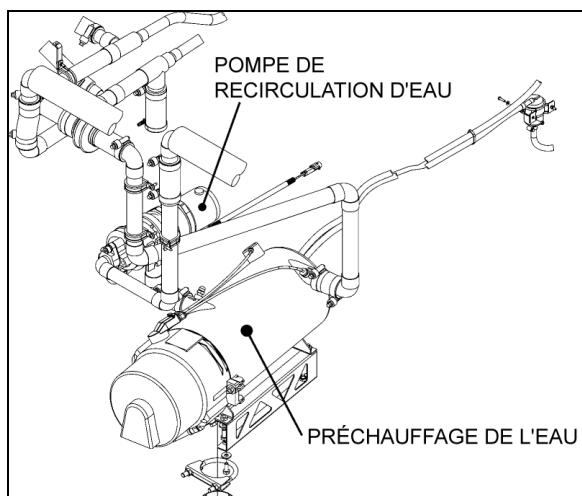

FIGURE 77 : EMBLACEMENT DE LA POMPE DE CIRCULATION – GROS SYSTÈME DE CVC DES SÉRIES X3
- Séries X3 – Compartiment du préchauffeur de liquide de refroidissement (Figure 77)